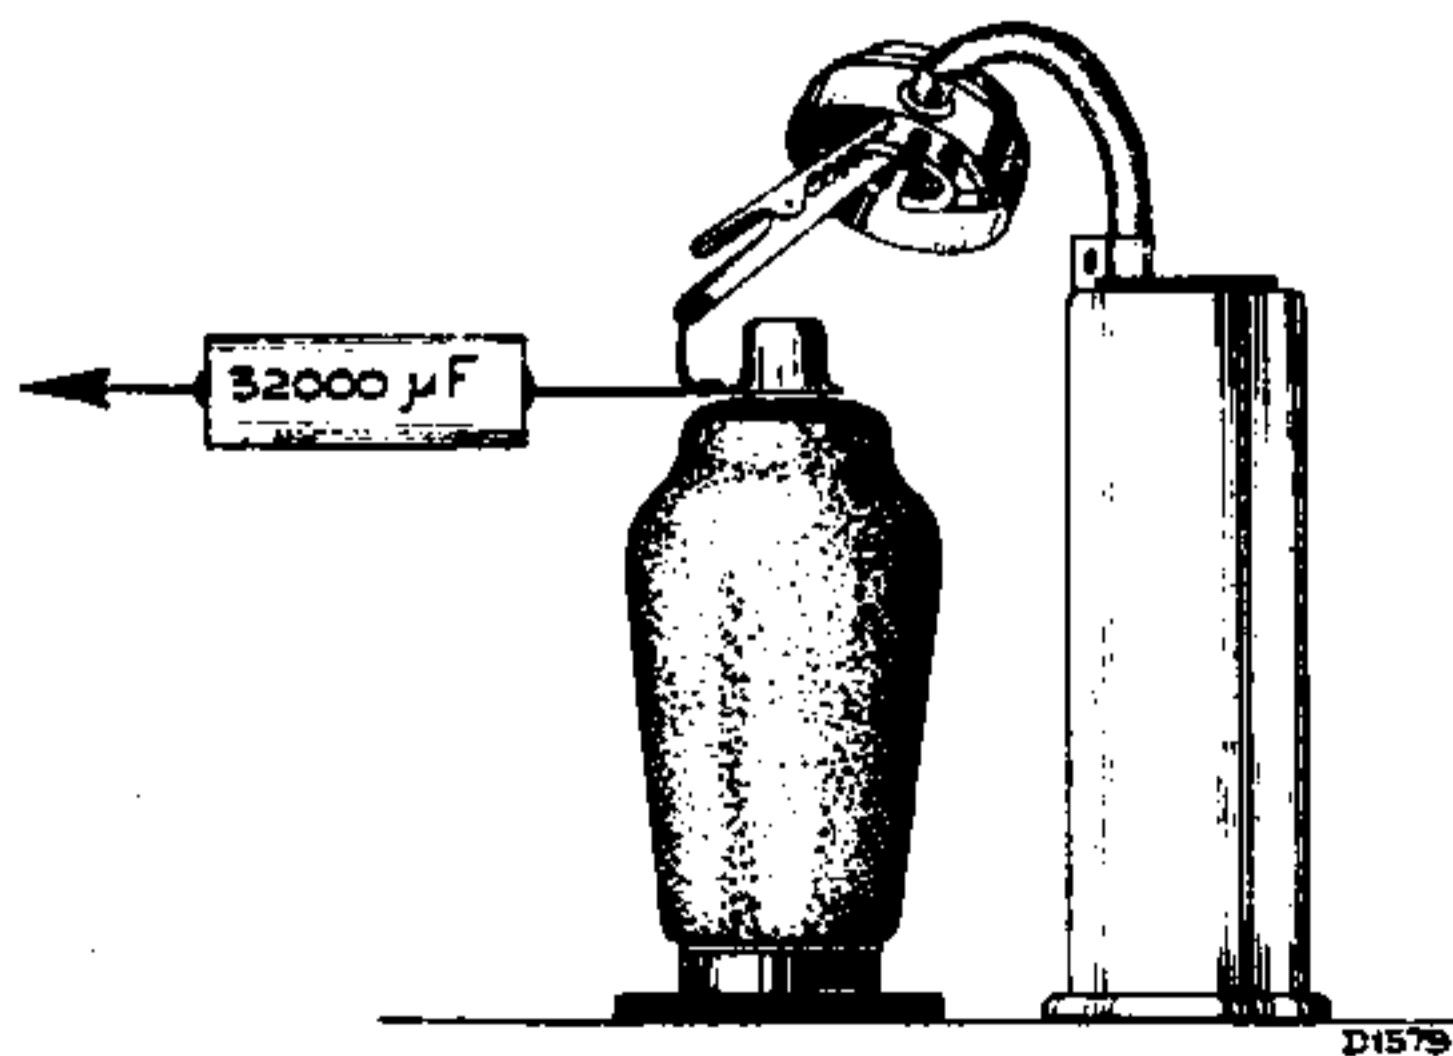

Fig. 2
wordt gedaan, zooals aangegeven in fig. 2; de roosterkring moet aan het rooster aangesloten blijven; het signaal wordt aangelegd via een condensator van $32000 \mu\text{F}$. De volumeregelaar moet altijd op maximum gedraaid worden; als het signaal te sterk is moet men de verzwakker van de service zender terugdraaien. Wat betreft het trimmen van de H.F. en generatorkringen het volgende: De generator wordt afgestemd op een frequentie welke 128 Kc. hoger is dan de frequentie waarop de H.F. kringen zijn afgestemd.
2. Gemoduleerd signaal van 128 Kc. aan het stuurrooster van L1 aanleggen (fig. 2).